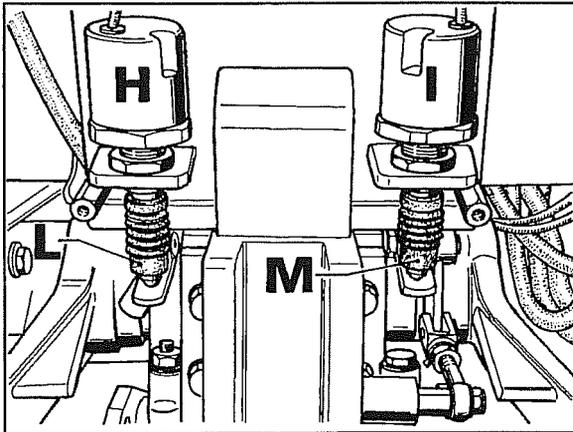

Fig. 47
1. Quitar la protección trasera aplicada al soporte asiento para descubrir los sensores con los relativos varillajes (ver fig. 47), de los cuales **H** es el sensor de mando posición y **I** el sensor de mando esfuerzo.
3. Controlar que las barras **L-M** toquen las relativas varillas y que su carrera se halle más o menos posicionada como se ve en la fig. 47.
El campo de lectura de 4,6 Kohm a 740 Ohm se logra con el elevador todo hacia abajo haciéndoles hacer manualmente toda la carrera a las barras **L** y **M** (fig.47) de los sensores, respectivamente desde todo hacia afuera hasta todo hacia adentro.
Nota - Para permitir la carrera de la barra **M** es necesario desconectar la varilla de conexión entre el enganche 3° punto y el varillaje mando sensor (ver fig. 47).